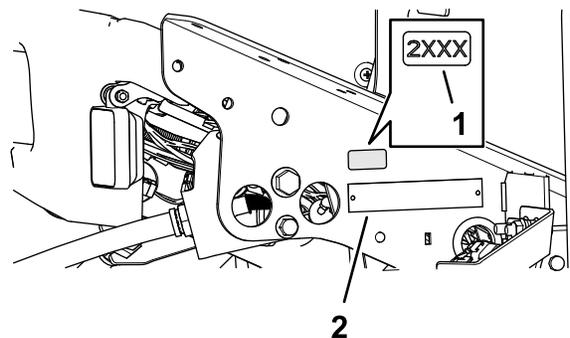

Figura 36
1. Utilizzate alcol etilico e un panno pulito per ripulire l'area della staffa a pavimento accanto alla targa del numero di serie e lasciate asciugare la staffa (Figura 36).